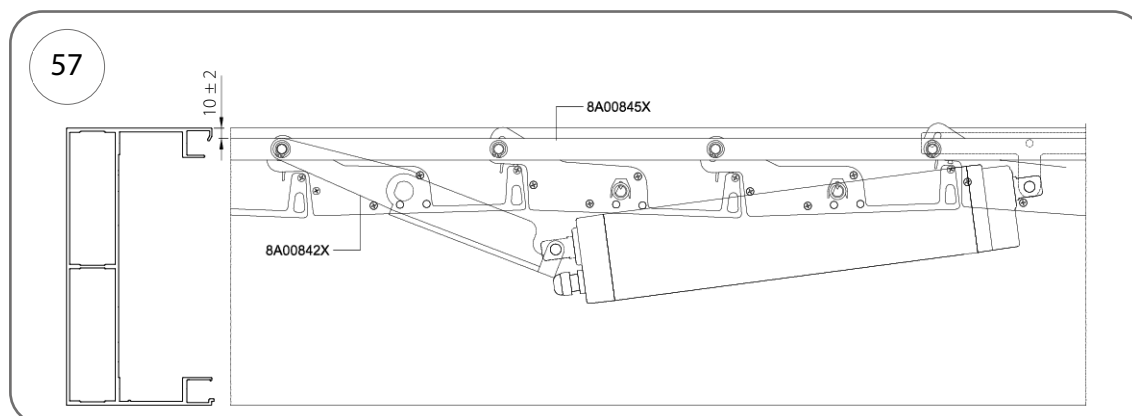

Fig. 57
3. Setați poziția capătului închis conform Fig. 57.